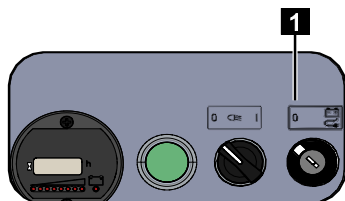

Fig. 70
6. Tourner l'interrupteur à clé (Fig.70/1) dans le sens inverse des aiguilles d'une montre sur [ 0 ].